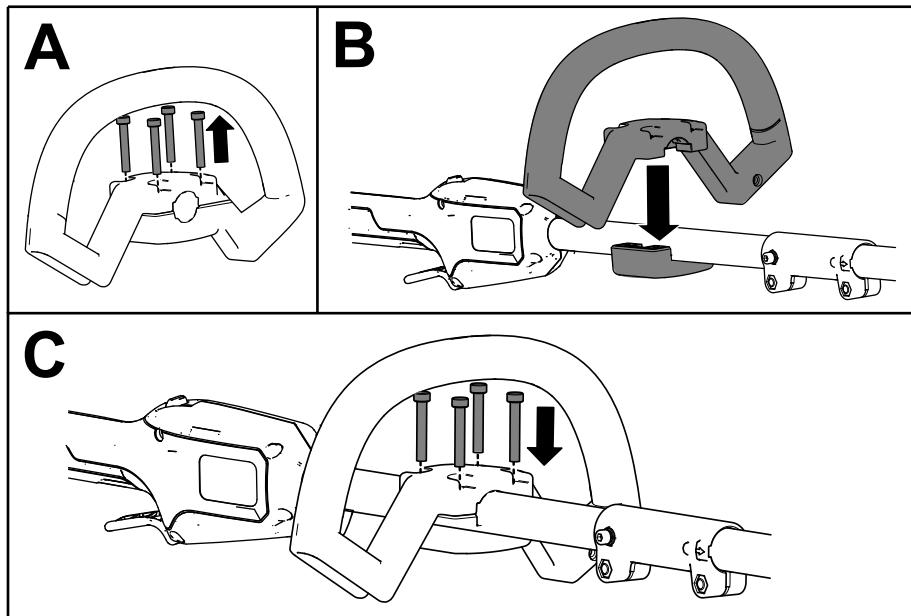

Рисунок 4
1. Отделите вспомогательную рукоятку от пластины рукоятки, отвернув 4 винта с головкой под торцевой ключ с помощью прилагаемого шестигранного ключа (A на Рисунок 4).
2. Выровняйте дополнительную рукоятку с пластиной дополнительной рукоятки на валу (B на Рисунок 4).
3. Прикрепите дополнительную рукоятку к пластине рукоятки с помощью 4 ранее удаленных винтов с головкой под торцевой ключ (C на Рисунок 4).